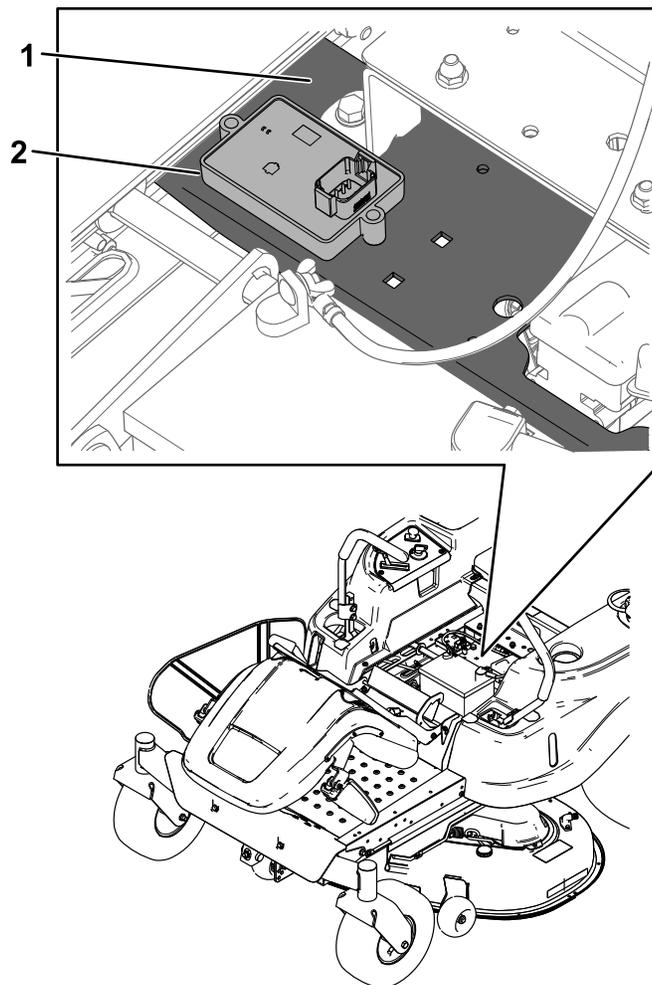

Figure 2
1. Placez le module du capteur sur une surface plane, à droite du cadre de traverse, vers le panneau de commande (Figure 2). Marquez l'emplacement des deux trous.